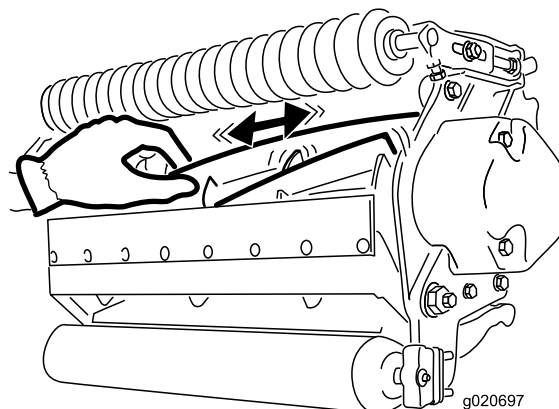

図 25
2. ボロ布を厚く巻くか丈夫なパッドのついた手袋をして、カuttingユニットの刃の部分をつかみ、リールを左右に揺すってガタがあるかどうかを調べる図 25。